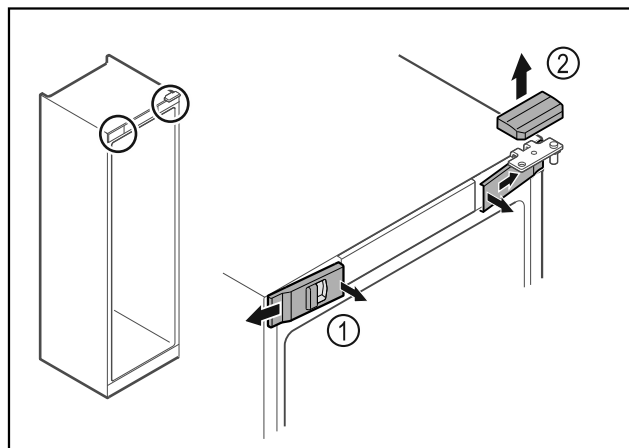

Fig. 9
- ▶ Uvolněte uvnitř přední kryty Fig. 9 (1) a sejměte je stranou.
- ▶ Horní kryt Fig. 9 (2) odeberte směrem nahoru.